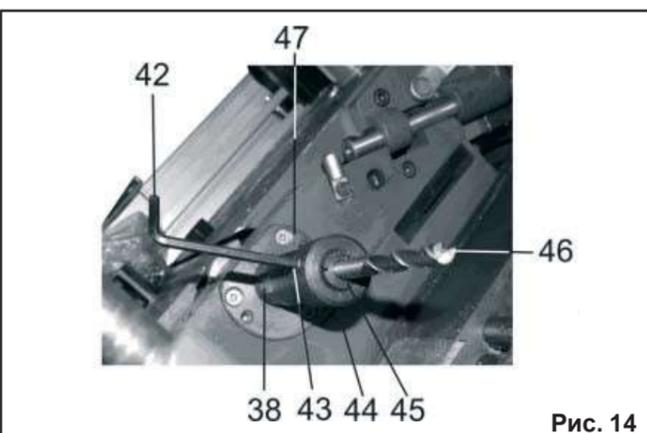

Рис. 14
8.3.4. При выполнении фрезерных операций с применением пальчиковых фрез (46) необходимо на шпиндель (38) установить и закрепить специальный фрезерный патрон (44), Рис. 14.
8.3.5. В специальный фрезерный патрон (44) вставьте необходимую разрезную вставку (45) сквозной прорезью перпендикулярно болту фиксации (43), установите пальчиковую фрезу (46) и, используя шестигранный ключ (42), закрепите пальчиковую фрезу болтом фиксации (43), Рис. 14.
колпак (48), Рис. 14, 15.